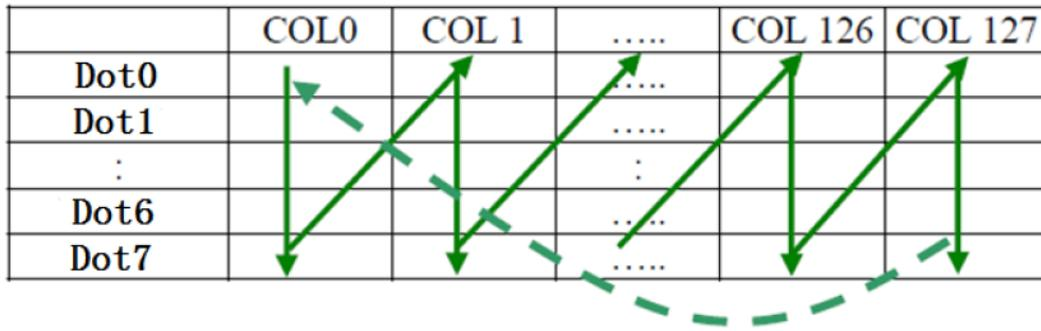

图 3
- 因为每次向屏幕写入一个 byte 的数据，每个 byte 的数据都有 8 位，所以每次至少要操作 8 个点，像图 3 这样：